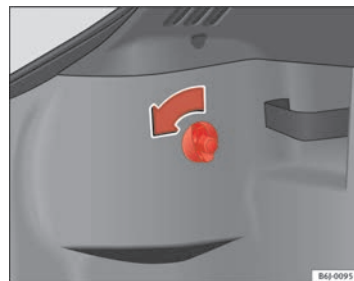

Fig. 147 Acceso a pilotos posteriores
- Gire el tornillo en el sentido de la flecha con la mano o la ayuda de un destornillador ⇒ fig. 147. ►
- Retire el conector del alojamiento (A) ⇒ página 236, fig. 147.